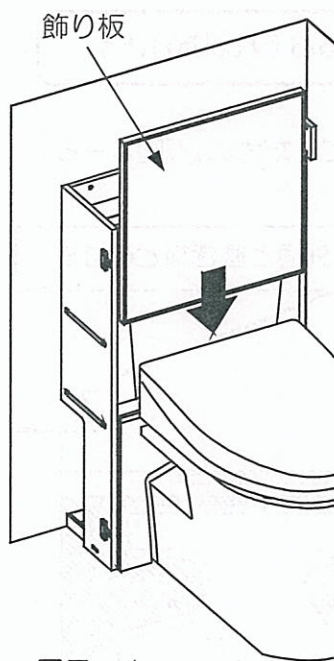

図7-1
(1) 飾り板をキャビネット側の金具に対してスライドさせて引掛けてください。(図7-1・2・3)